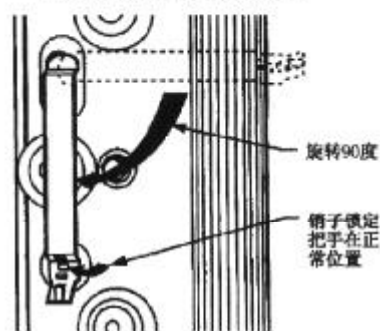

图5 电子单元安装图
电子单元的槽中，顺时针转动把手90度，以使分开的突出和方孔对齐见图5
1. 握住手柄，将手柄后面的短小凸出部分插入电子单元的槽中，顺时针旋转90度以使分开的突出与方孔对齐。参见图5。